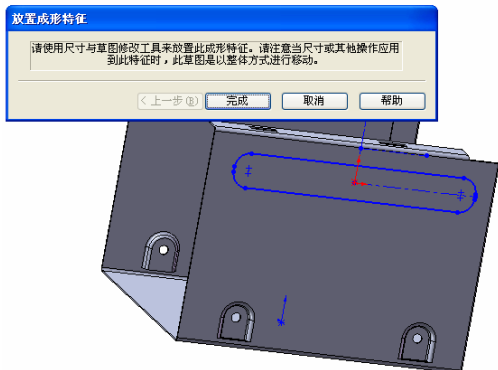

图 10-129 “放置成形特征”对话框
① 向硬盘支架钣金件添加成形工具 2。单击系统右边的“设计库”图标, 找到需要添加的成形工具“硬盘成形工具 2”, 将其拖放到钣金零件的侧面上, 系统弹出提示更改放置位置的对话框, 如图 10-129 所示。